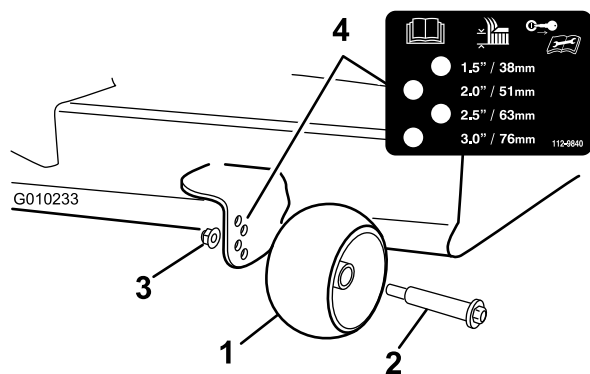

Figure 28
3. Réglez les galets anti-scalp comme illustré à la Figure 28 pour correspondre à la position de hauteur de coupe la plus proche.